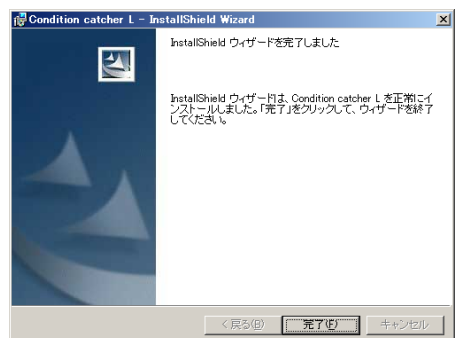

図9. インストール画面6
- ⑥ 正常にインストールを完了すると図9の画面が表示されますので『完了』ボタンをクリックしてください。